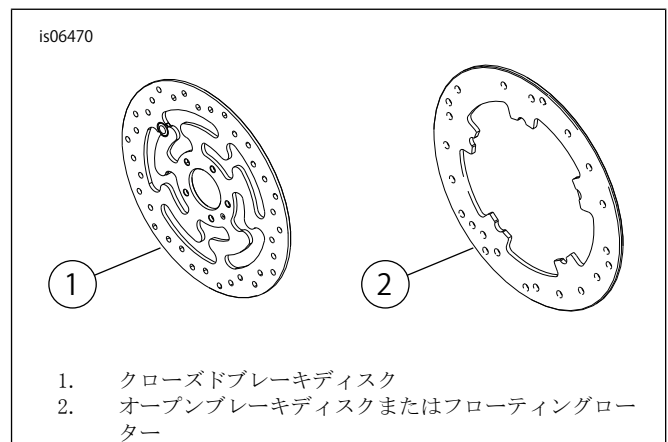

図1。フロントブレーキディスクスタイル
- ・ ブレーキディスクスクリュー( 図1を参照してください。「★」および「表1」を参照してください。)